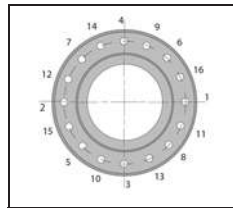

Ilustración 9.5
2. Como primer paso, apretar los pernos en una secuencia en cruz, como se muestra en la ilustración 9.5. Con una llave de torsión con un 20% del par de apriete final que aparece en la tabla 9.5, teniendo cuidado de que los puntos 1 y 2, se cumplan en todo momento.